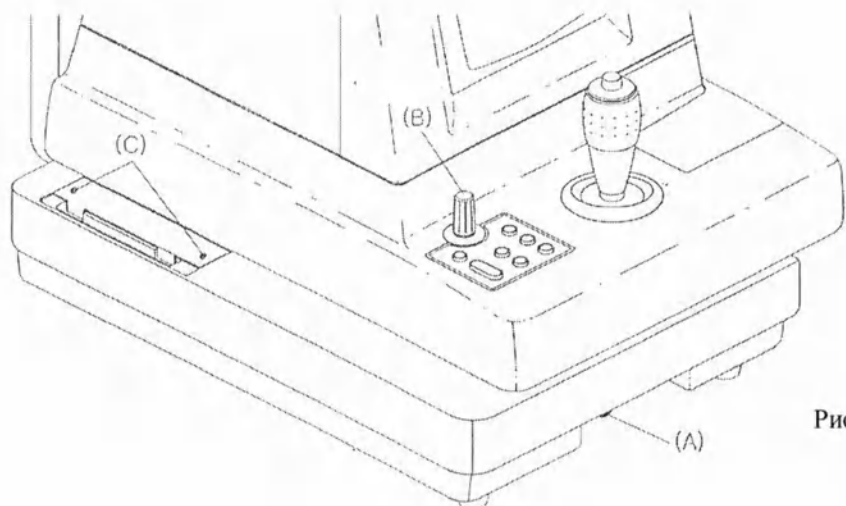

Рис.1
2. Вывернуть с каждой стороны прибора винты (С), снять транспортировочные пластины (рис.1) и поставить на их место пластины входящие в комплект прибора (рис.2).